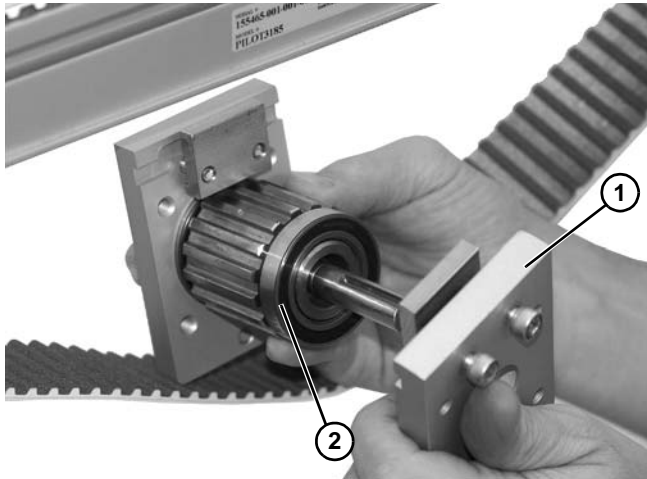

Figura 86
4. Separe los bloques de montaje (Figura 86, artículo 1) del husillo (Figura 86, artículo 2).